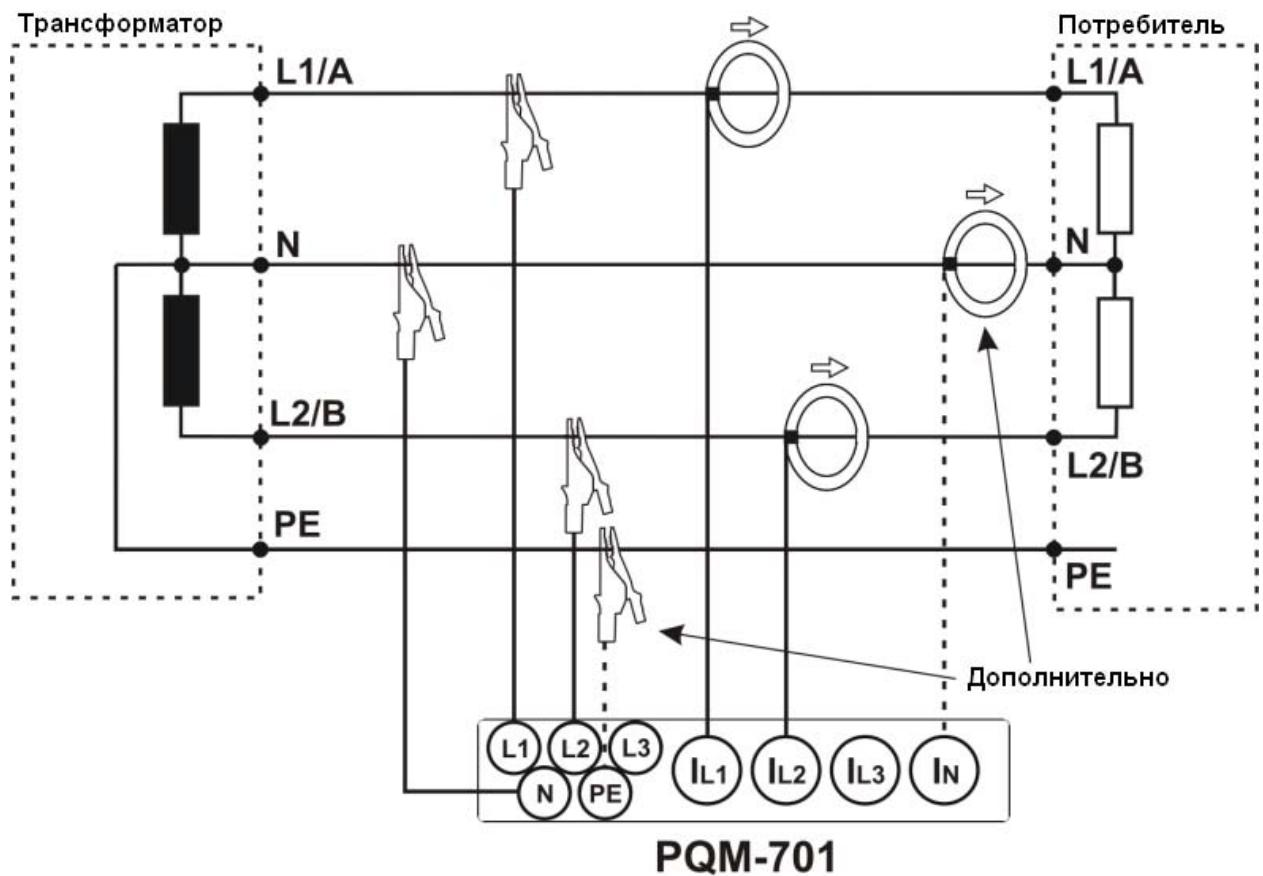

Рис. 3. Схема подключения – Расщеплённая фаза (двухфазная).
- Расщеплённая фаза (двухфазная) (с раздельной обмотки трансформатора, англ. split phase) (Рис. 3),